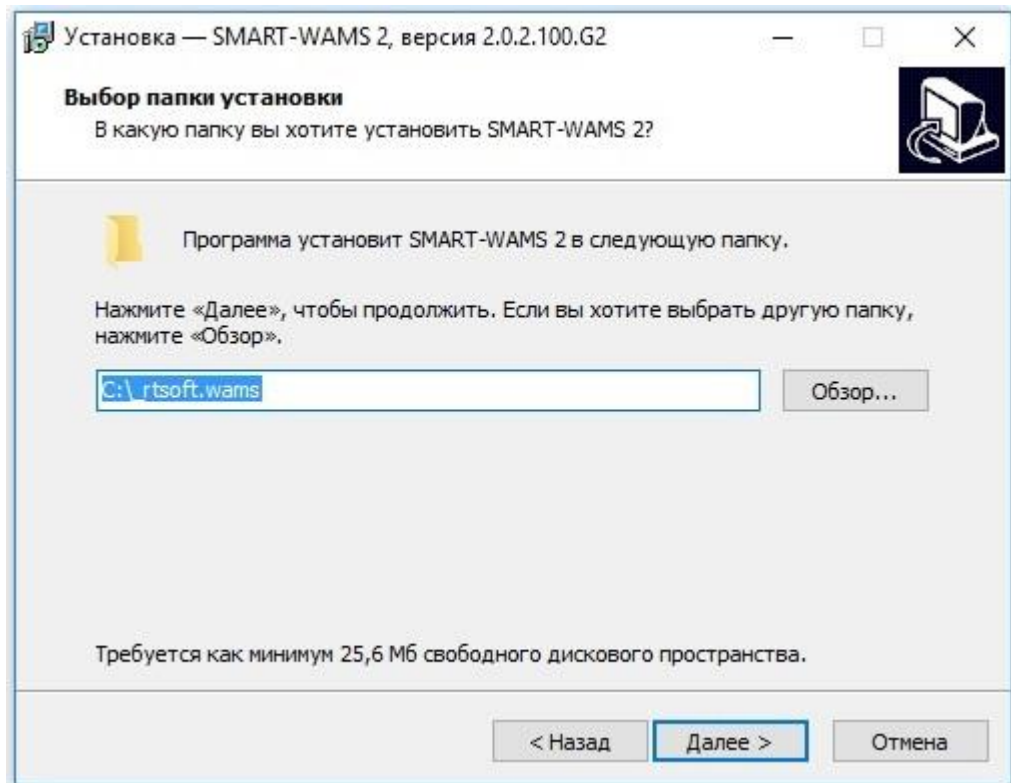

Рисунок 4. Выбор папки C:_RTSoft.WAMS.
- Выбрать папку для установки ПО (рисунок 4). Внимание, изменять имя папки не рекомендуется!